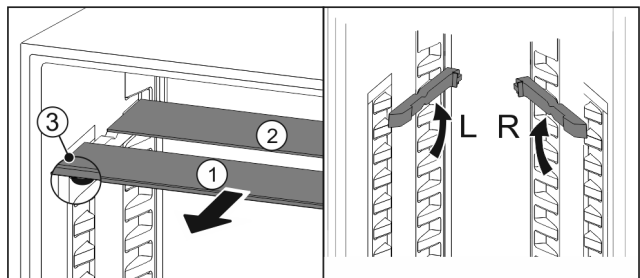

Fig. 102
- ▶ Посуньте Fig. 102 (1) скляну панель вперед.
- ▷ Скляна панель Fig. 102 (1) з декоративною планкою лежить спереду.
- ▷ Стопори Fig. 102 (3) показують вниз.